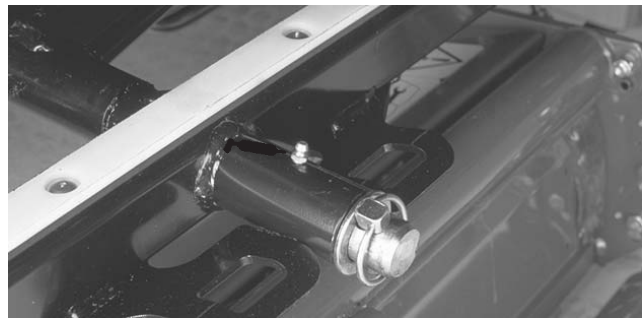

Bild 27
- Drehbüchsen am hinteren Mähwerk (Bild 27)